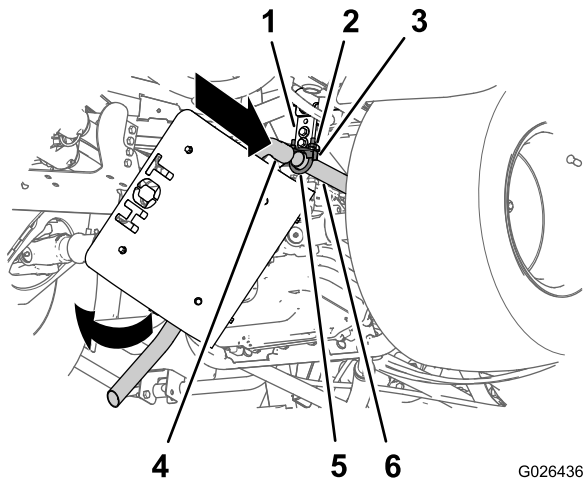
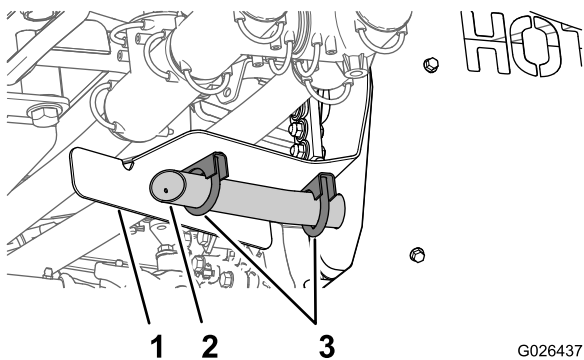

Рисунок 13
Рисунок 14
1. Совместите впускную трубу глушителя с открытым концом выхлопной трубы (Рисунок 13).
3. Поворачивайте глушитель вверх до тех пор, пока выводящая труба глушителя не совместится с кронштейном выводящей трубы (Рисунок 13 и Рисунок 14).
4. Закрепите выводящую трубу глушителя на кронштейне 2 хомутами глушителя (1-1/4 дюйма), как показано на Рисунок 14.
5. Затяните гайки на хомутах глушителя на выхлопной трубе и впускной трубе глушителя (Рисунок 13), на выводящей трубе глушителя и кронштейне выводящей трубы (Рисунок 14), а также на кронштейне глушителя и опорной трубе бака (Рисунок 12) с моментом от 1978 до 2542 Н·см.